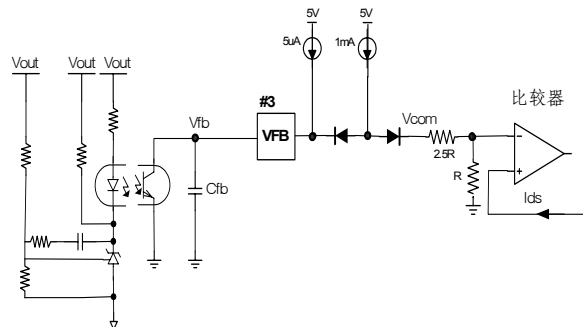

图 2. 脉宽调制 (PWM) 电路
2. 反馈控制: FPS 应用电流模式控制, 如图 2 所示。通常光电耦合器与 KA431 一起完成反馈网络的功能。将反馈电压与漏电流产生的检测电压做比较, 结果用于控制开关占空比。当 KA431 参考管脚上的电压超过内部 2.5V 参考压, 光电耦合二极管拉低反馈电压, 增大电流。当输入电压增加或输出负载减小, 这种情况就可能发生。因为二极管是由内部主电流源 (1mA) 提供偏置电流的, 所以反馈电压 (V_{fb}) 与比较器电压 (V_{com}) 的电平相同。